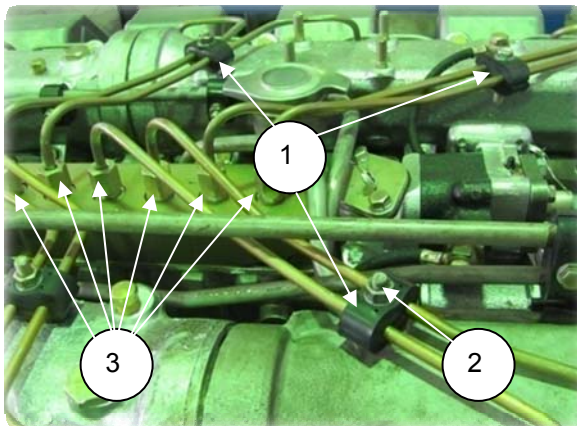

Рис. 2.29.1
1. Снять скобы (1) крепления трубок секций ТНВД, отвернув гайки (2) (S10) (рис. 2.29.1);
2. Отвернуть накидные гайки трубок (3) от штуцеров ТНВД (S22) (рис. 2.29.1).